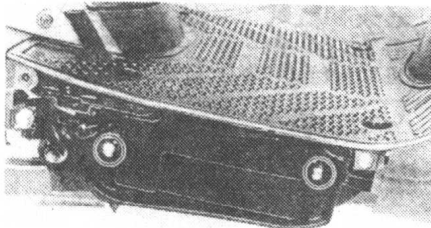

图 1-5
(3) 取下右侧护板。
(4) 取下蓄电池盒盖, 见图 1-5。